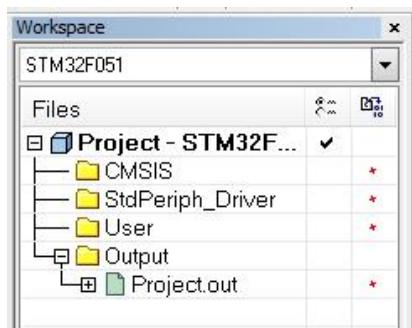

Рисунок 3.2 Иерархия проекта
10. В иерархии проекта (НЕ из директории) удаляем из папок все файлы (кроме файлов в папке Output), так как они ссылаются не на те адреса. Получим следующее (рисунок 3.2):